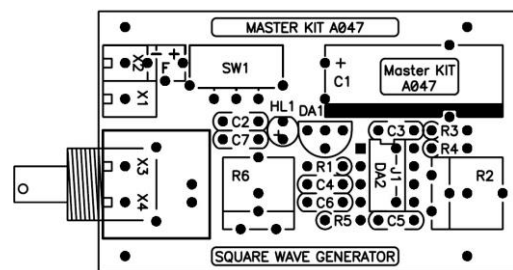

Рис.3 Монтажная схема
3. Отформуйте выводы элементов и установите их на плате в соответствии с монтажной схемой (рис.3) в следующей последовательности: сначала малогабаритные, а потом все остальные элементы. Установите проволочную перемычку J1. Соблюдайте полярность при установке электролитических конденсаторов («-» - черта на корпусе) и светодиода («-» - срез на корпусе). При установке микросхемы соблюдайте её «ключ»: точка на корпусе вблизи одного из выводов должна быть ориентирована в сторону «выемки» на печатной плате и на панельке.